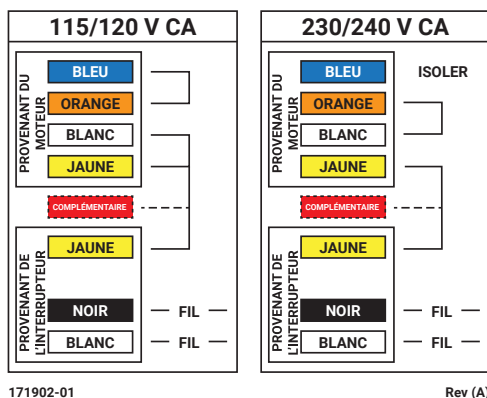

Figure 7
- En suivant la tension, branchez le moteur aux phases de l'alimentation (voir le figure 7).
- Placez les câbles à l'intérieur de la boîte de jonction et remplacez le couvercle électrique. Installez les quatre (4) vis.